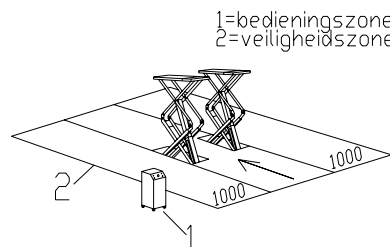

Fig.5
De veiligheidszone (Fig.5) wordt gedeeltelijk bepaald door de afmetingen van het te heffen voertuig.
De fabrikant wijst alle claims af van verwondingen aan personen of schade aan voertuigen en andere objecten veroorzaakt door incorrect en / of ongeoorloofd gebruik van de hefbrug. Tijdens stij- en daalbewegingen moet de bediener zich in de bedieningszone (1) bevinden, zoals aangegeven in Fig.5. De aanwezigheid van personen in de veiligheidszone (2) is ten strengste verboden. De aanwezigheid van personen onder het voertuig is alleen toegestaan als het voertuig geparkeerd is in de geheven stand.